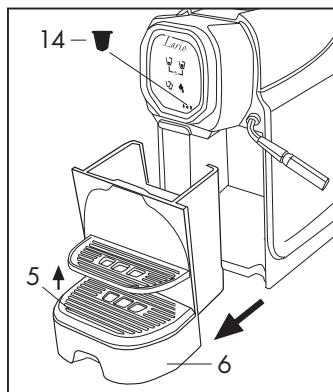
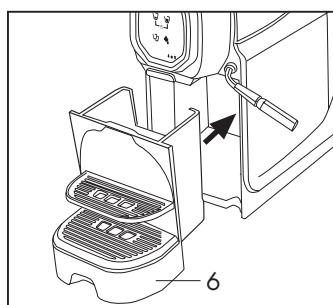

Fig. 15
Fig. 16
Rimuovere la griglia raccogligocce (5) (**Fig. 15**), lavare e asciugare i componenti quindi rimontare la vaschetta (6) ed inserirla nella propria sede (**Fig. 16**)